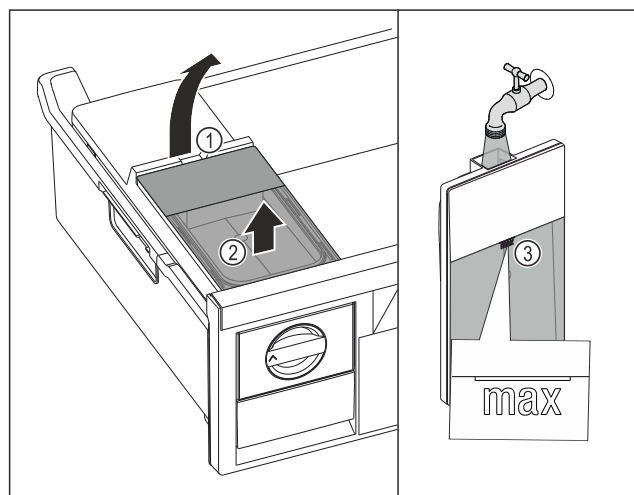

Fig. 151
- Sollevare il serbatoio dell'acqua dalla cavità Fig. 151 (1).
- Rimuovere il serbatoio dell'acqua estraendolo verso l'alto. Fig. 151 (2)
- Riempire il serbatoio dell'acqua con acqua potabile fino al contrassegno Fig. 151 (3).